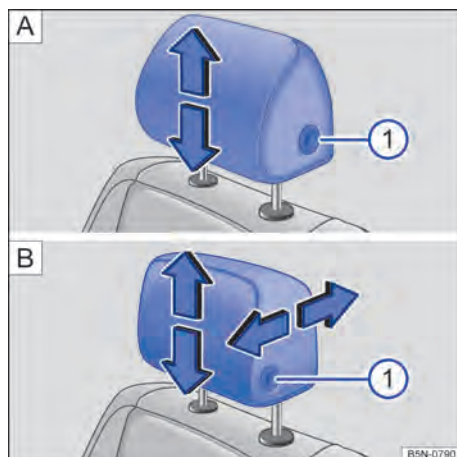
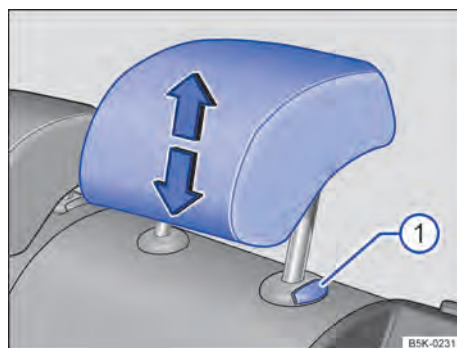

Fig. 97 Ajustar o apoio para cabeça dianteiro: **A** sem possibilidade de ajuste na direção longitudinal, **B** com possibilidade de ajuste na direção longitudinal.
Fig. 98 Apoio para cabeça traseiro: ajustar.
- Deslocar o apoio para cabeça no sentido da seta, para cima ou para baixo e, se for o caso, com o botão → Fig. 97 ① ou → Fig. 98 ① pressionado → ▲ em *Introdução ao tema* na página 122.
- Empurrar o apoio para cabeça para frente na direção da seta ou para trás com o botão → Fig. 97 ① pressionado.